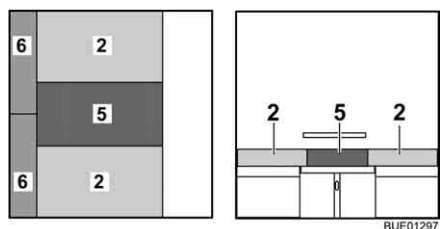

Fig. 124 Dopo la trasformazione
- Posizionare il cuscino aggiuntivo (Fig. 124,5) tra i cuscini del divano sul tavolo.
- Posizionare i cuscini aggiuntivi (Fig. 124,6) tra i cuscini del divano e la parete.